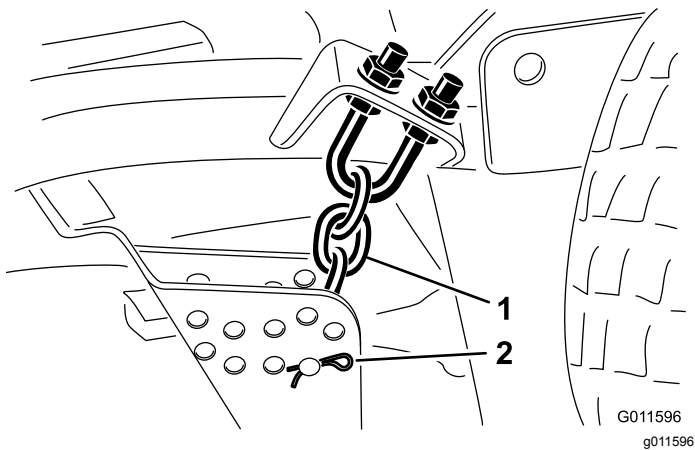

Figura 21
- Togliete la coppiglia e il perno con testa che fissano le catene dell'altezza di taglio sul retro del piatto di taglio (Figura 21).